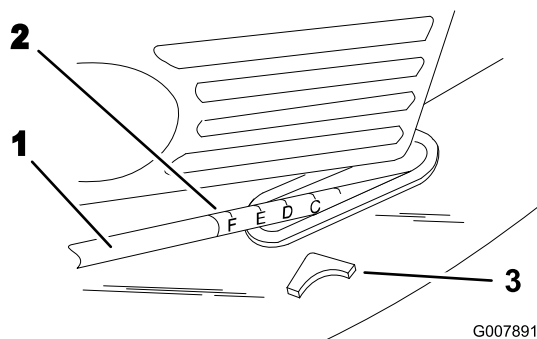

Figure 17
3. Tirez ou poussez la poignée et utilisez le pointeur et les repères de hauteur de coupe sur la biellette pour régler la tondeuse à la hauteur de coupe voulue (Figure 17).